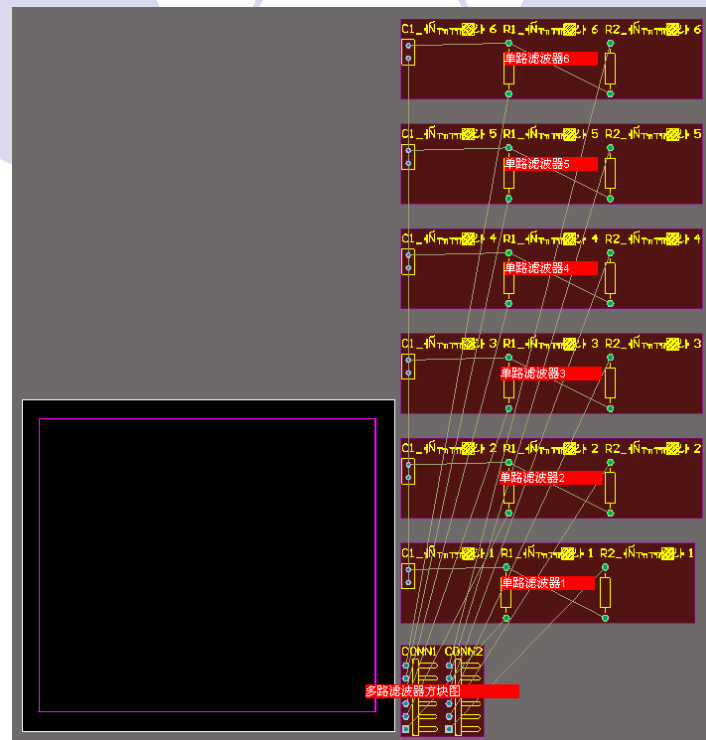

图11-46 数据转移到“多路滤波器.PcbDoc”的PCB板上
按“ **Validate Changes** ”按钮验证一下有无不妥之处，如果没有错误，所有数据转移都顺利，则按“ **Execute Changes** ”按钮执行真正的操作，然后按“ **Close** ”按钮关闭此对话框，原理图的信息转移到“电机驱动电路.PcbDoc”PCB板上，如图11-46所示。
3.从图11-46看出，元件的标号是乱的，所以重新标注PCB板上元件的标号。执行菜单“Tools”→“Re-Annotate”命令，弹出图11-47对话框，选择“4 By Descending Y Then Ascending X”，按OK按钮。重新标注的PCB板如图11-48所示，注意元件的标号发生了改变，按重上到下的顺序排列。
- 3.从图11-46看出，元件的标号是乱的，所以重新标注PCB板上元件的标号。
3. 从图11-46看出，元件的标号是乱的，所以重新标注PCB板上元件的标号。